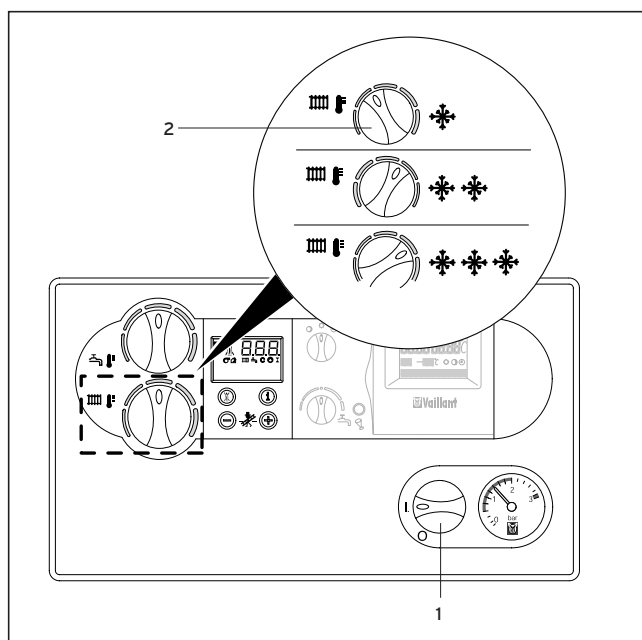

Fig. 3.10: Regulação da temperatura de saída
3.4.1 Regulação da temperatura de saída (fig. 3.10)